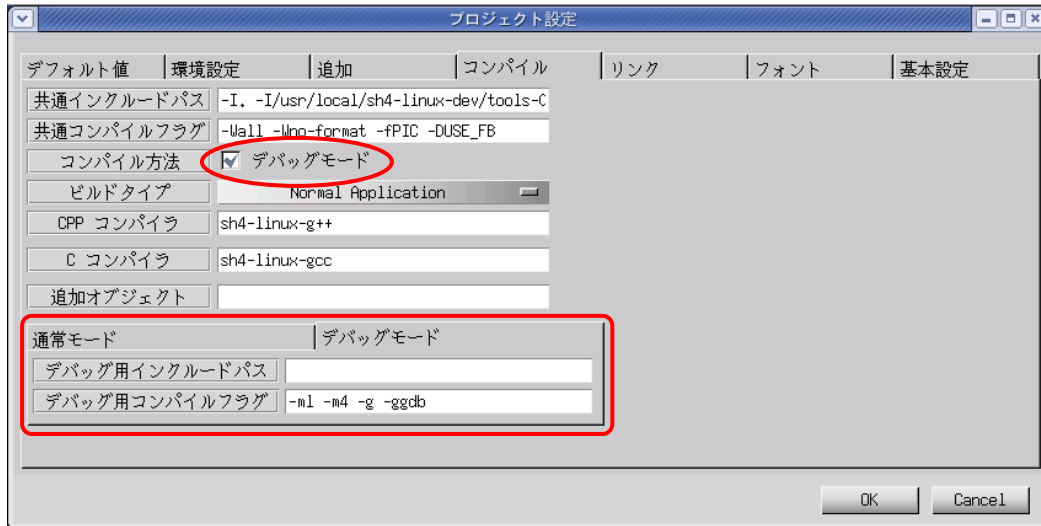

図 3-4-1. プロジェクト設定画面 (コンパイルタブ)
WideStudio の場合は、 をクリックする、またはメニューの「プロジェクト (P)」→「プロジェクト設定 (E)」をクリックしてください。「コンパイル」タブをクリックすると、図 3-4-1 のようなプロジェクト設定画面が表示されます。